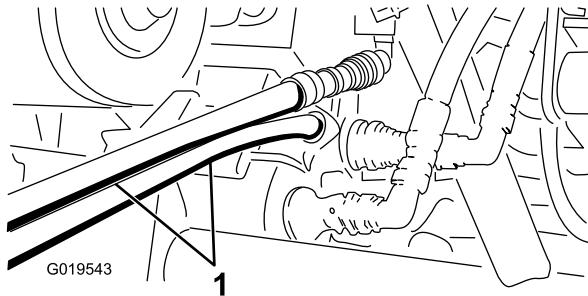

Figure 75
- Sur l'autre machine, branchez les 2 flexibles sur le raccord restant dans le support (branchez le flexible supérieur sur le raccord supérieur et le flexible inférieur sur le raccord inférieur) (Figure 75).